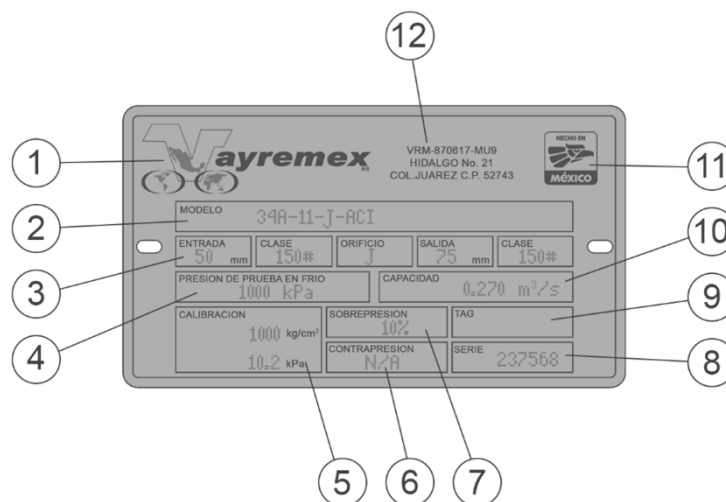

Fig.3 Formato de placa de identificación.
2. MODELO, es el modelo que identifica a la construcción de la válvula. Con el ejemplo de la fig.3 cada dato representa: